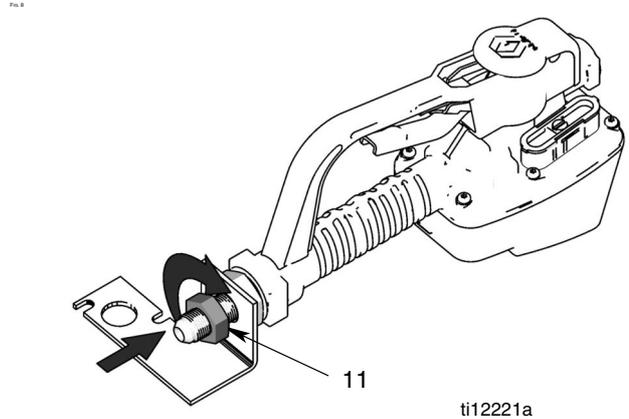

FIG. 8
- c. Apriete la tuerca (11) (FIG. 8). Con las manos.